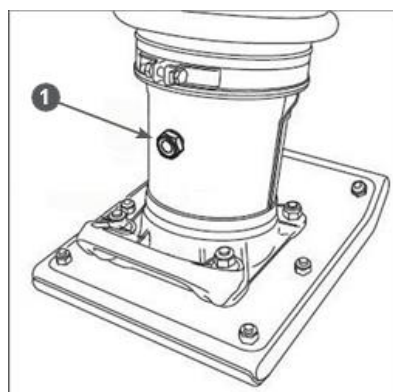

Рис.19 Замена масла в рабочем цилиндре 1. Пробка со смотровым отверстием для контроля уровня масла
Слив масла из рабочего цилиндра и заправка масла в рабочий цилиндр осуществляются через отверстие для контроля уровня масла с задней стороны рабочего цилиндра (Рис. 19).
4. Выкрутите пробку 1 и слейте масло в подготовленную для этого емкость (Рис. 19). Поднимите нижнюю часть вибротрамбовки за трамбовочный башмак для того, чтобы полностью слить масло из рабочего цилиндра.
8. Закрутите пробку 1 со смотровым отверстием для контроля уровня масла и верните вибротрамбовку в рабочее положение (Рис. 19).